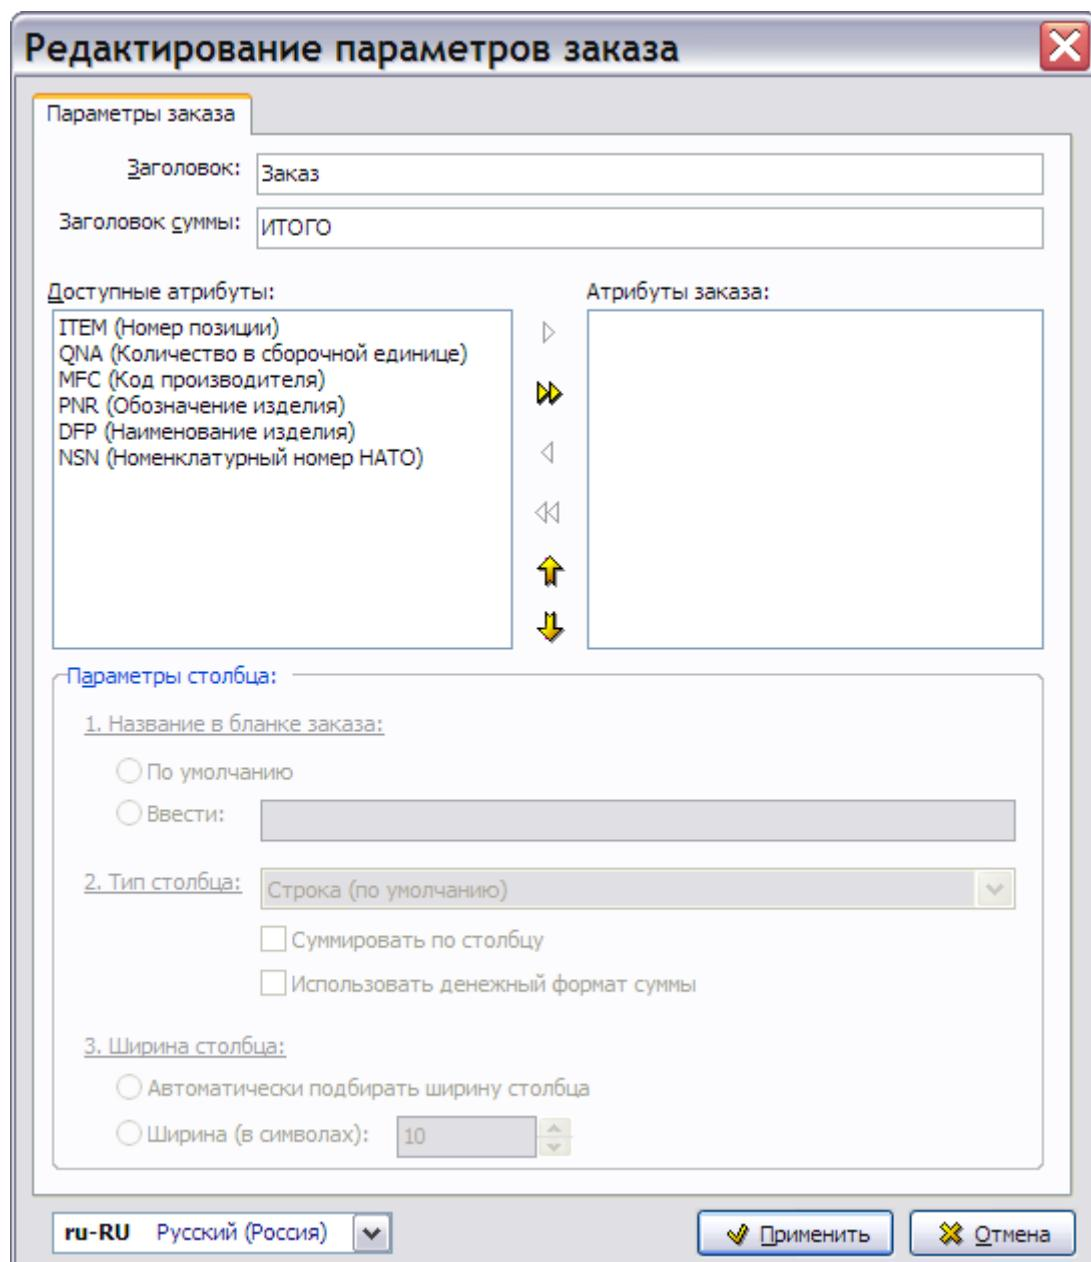

Рис. 3.37
1. На панели инструментов верхнего левого окна нажмите на кнопку Параметры заказа. После этого появится диалоговое окно Редактирование параметров заказа (Рис. 3.37).
2. Для указания языка выберите название языка в выпадающем списке поля, расположенного в левом нижнем углу окна Редактирование параметров заказа (Рис. 3.37).